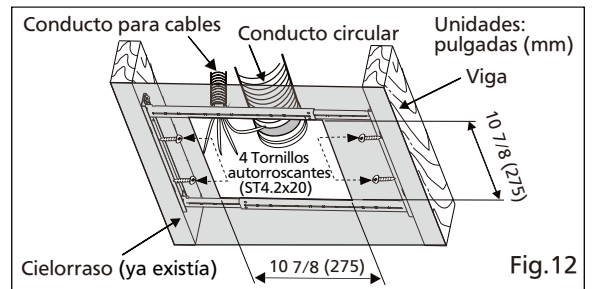

Fig.12
1. Quite el ventilador existente y corte la apertura del techo. Fije el soporte Flex-Z Fast™ a las vigas usando 4 tornillos autorroscantes (ST4.2x20) (Prepare los tornillos y coloque el soporte Flex-Z Fast™ antes de instalarlo en la viga). Los conductos existentes y el cableado se dejan en su lugar. (Fig.12)